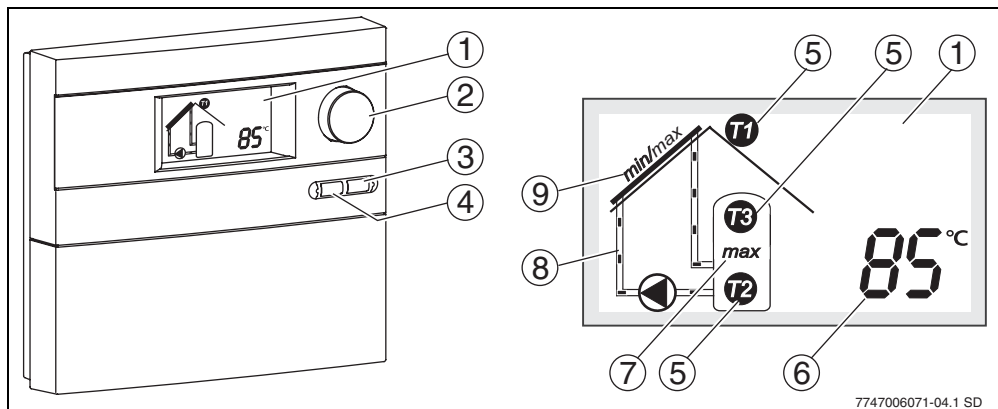

Fig. 8 Regulator și display
Dacă diferența de temperatură la conectare între ambii senzori racordați de temperatură este depășită, va funcționa pompa racordată. În display, transportul lichidului solar va fi reprezentat animat (→ fig. 8, pos. 8).
<p>Regim de funcționare manual „pornit“ Regimul de funcționare manual în starea „pornit“ dirijează pompa maxim 12 ore. Pe display apar alternativ înștiințările în starea „pornit“ și valoarea selectată. Pe display, transportul lichidului solar este reprezentat animat (→ fig. 8, pos. 8). Dispozitivele de siguranță precum temperatura maximă a colectorului rămân activate. După maxim 12 ore, regulatorul se schimbă în regimul de funcționare normal.</p> <p>Regim de funcționare manual „oprit“ Pompa se dezactivează iar lichidul solar nu mai este transportat. Pe display apar alternativ înștiințările în starea „oprit“ și valoarea selectată.</p> <p>Regim de funcționare „Auto“ Dacă diferența de temperatură la conectare între ambii senzori racordați de temperatură este depășită, va funcționa pompa racordată. În display, transportul lichidului solar va fi reprezentat animat (→ fig. 8, pos. 8). De îndată ce diferența de temperatură la deconectare este atinsă, pompa se deconectează.</p>	on/off/Auto [off]